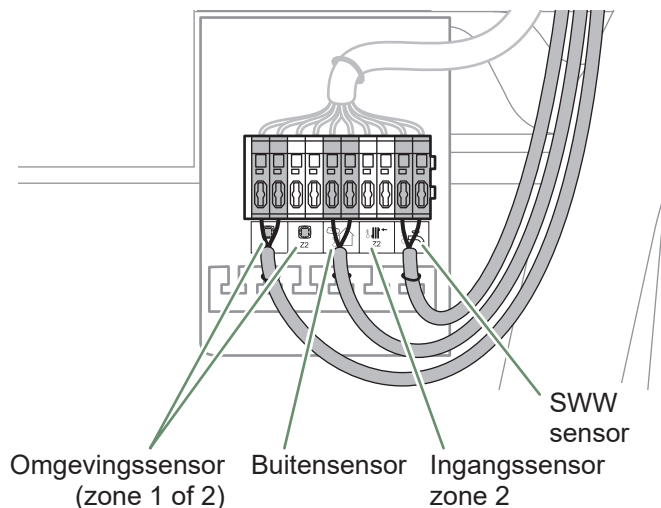

fig. 45 - Kabeldoorgang laag spanning
Zorg ervoor dat alle elektrische bedrading zich in de voorziene ruimten bevinden (fig. 45).
- Sluit de buitensensor aan (fig. 45).
Sluit de omgevingssensor 1 aan (*fig. 45*).
Sluit de omgevingssensor 2 aan (*fig. 45*).